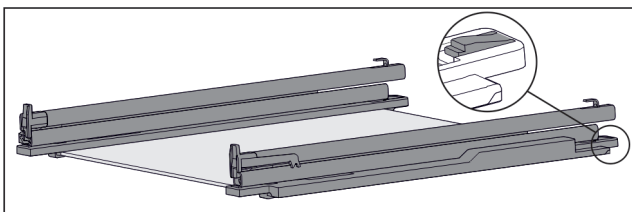

Fig. 120 Glassplate med skinner og holdedeler
- ▶ Trykk holdedel bak nedover (se Fig. 120) og skyv samtidig skinnen bakover.